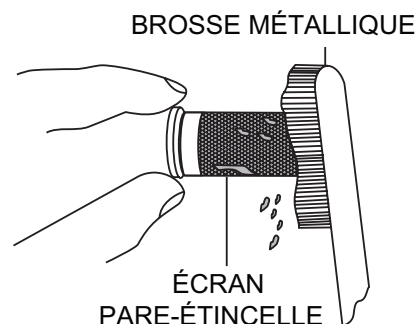

Figure 37. Nettoyage du pare-étincelles
3. Enlever soigneusement les dépôts de carbone qui sont sur l'écran pare-étincelle (Figure 37) avec une brosse métallique.